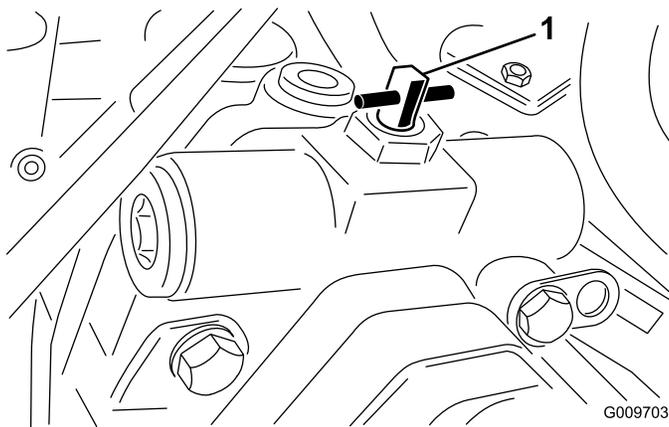

Bild 41
2. Drehen Sie das Ventil um eine Vierteldrehung nach rechts oder links, um es zu öffnen und Öl intern abzulenken (Bild 41). Weil das Öl abgelenkt wird, lässt sich die Zugmaschine ohne Schäden am Getriebe langsam bewegen. Merken Sie sich die Ventilstellung beim Öffnen oder Schließen.